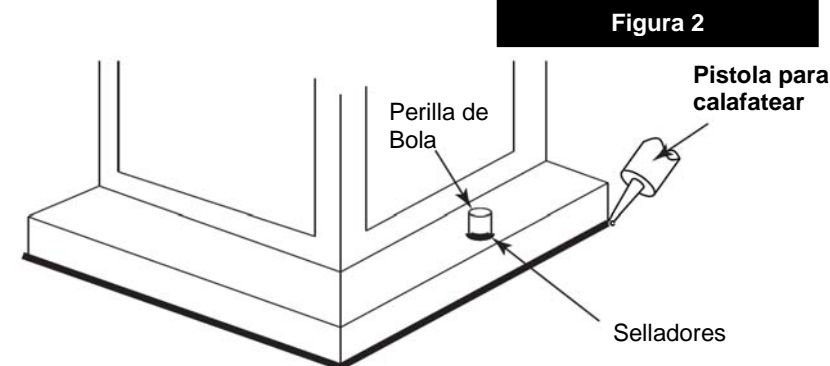

Figura 2
1. Conecte el cable de alimentación positiva (A) (normalmente negro el lado no marcado suave del cable de dos conductores) de plomo accesorio positivo (B) con un giro de tamaño apropiadamente conector – **Véase la Figura 2 y 3**.
2. Conecte el cable de alimentación negativa (C) (por lo general de color blanco o el lado marcado estriado del cable de dos conductores) de plomo accesorio negativo (D).
Loop alambre de tierra (E) (generalmente de cobre o verde recubierto de plástico) debajo de la cabeza del tornillo de tierra (S) en la brida de montaje accesorio (M) y conectar con el extremo suelto del cable de tierra luminaria directamente al cable de tierra del sistema de construcción con un tamaño adecuado twist-conectores – **Véase la Figura 2**.
Después asegurar fijo en su lugar, se recomienda que la distancia entre la parte superior y la base de montaje del accesorio se sellará con cualquier buen masilla impermeable de calidad o sellador de silicona (no incluido). También se recomienda que una pequeña capa de madilla o sellador de ser sometidos a los mandos de bolas utilizadas para montar accesorio – Véase la Figura 2.